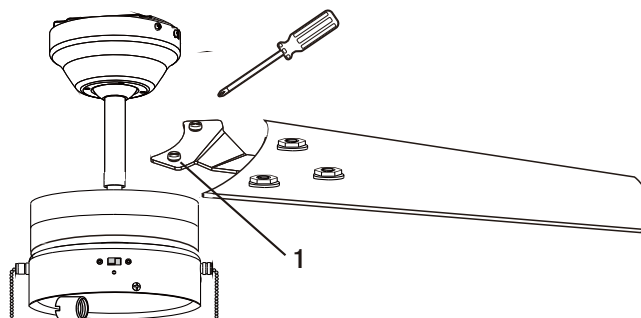

Figure 13
- Placer le support de pales (D) au-dessus du moteur de sorte que les vis préinstallées sur le support s'insèrent dans les trous pratiqués dans le moteur (figure 13). Serrer les vis préinstallées sur le support de pales (1).